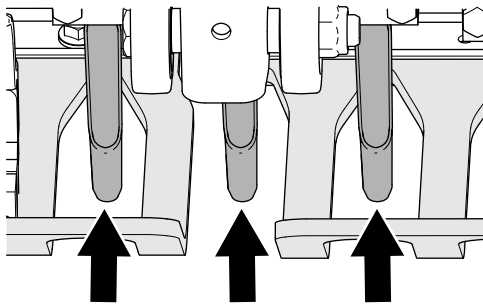

Figura 44
- Compruebe la alineación de las ranuras de los protectores de césped a los taladros para asegurarse de que estén centrados (Figura 44).